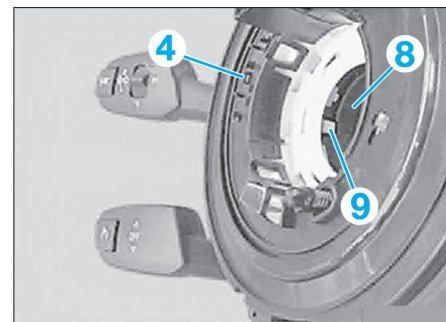

Fig. 13
- Mettre en place le contacteur tournant (4) de façon à ce que le guide (9) glisse exactement dans l'encoche correspondante du support des commodos (8) (Fig.13).